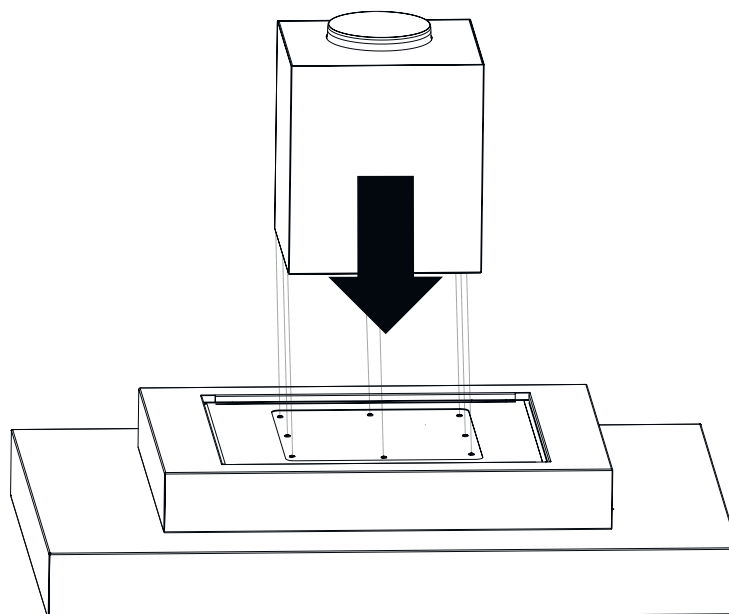

Fig. 23
**7.** Placera nu motorkabinettet ovanpå fläkten och skruva fast det med de 8x 3,5x6,5 skruvarna underifrån (Fig. 23).